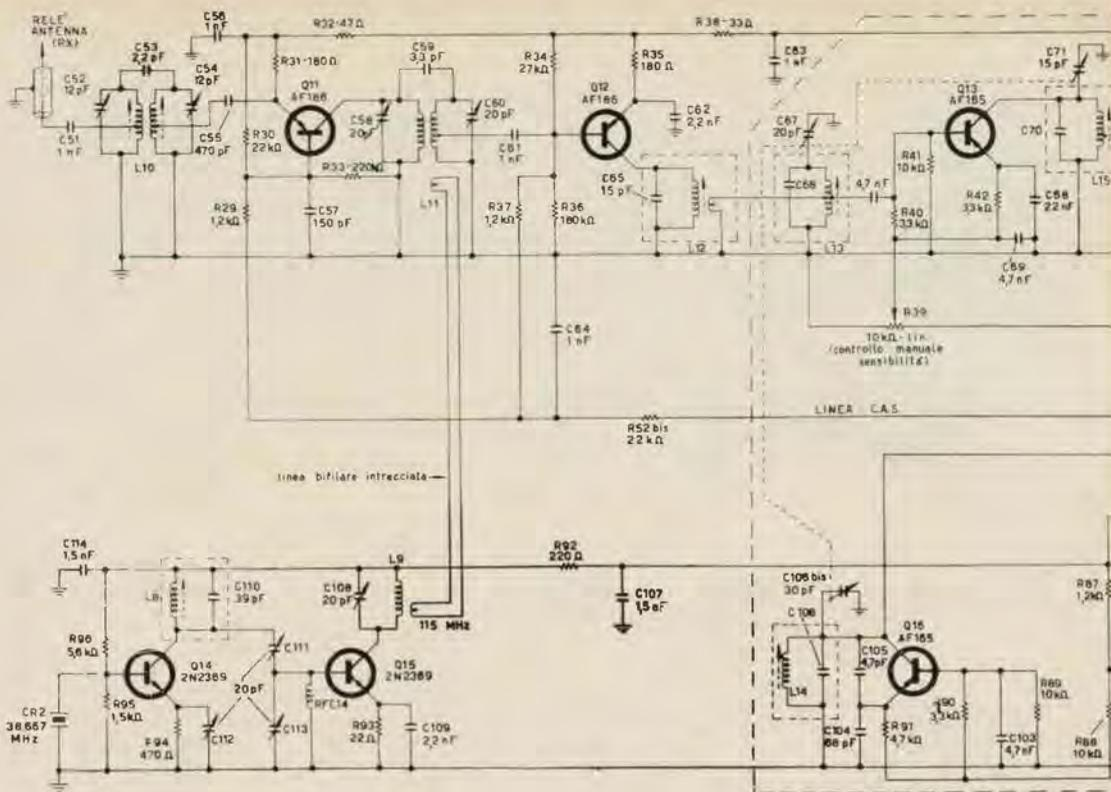

Figura 13
In figura 13 è disegnato lo schema elettrico completo del ricevitore.
Ritornando all'amplificatore a 144 MHz, il segnale entrato in emittore di Q11 viene applicato al miscelatore Q12. L'oscillatore controllato a quarzo (Q14 oscillatore e Q15 triplicatore), invia il suo segnale a 115 MHz mediante una linea bifilare intrecciata (figura 13) sul circuito di base di Q12. Sul circuito di collettore di questo stadio abbiamo una media frequenza accordabile da 19 a 21 MHz a seconda che il segnale in ingresso antenna vada da 144 MHz a 146 MHz. Il circuito C65, L12 viene accordato a 20 MHz ed è stato realizzato in modo da avere una banda passante di 2 MHz. I circuiti di L10 e L11 vengono accordati a 145 MHz come meglio sarà descritto nella parte « taratura » (13).
Per quanto riguarda l'oscillatore e lo stadio triplicatore si rimanda a quanto già detto rispettivamente per lo stadio oscillatore e duplicatore della sezione tx essendo i circuiti del tutto analoghi; cambia infatti solo la frequenza di lavoro e la potenza in gioco. Il quarzo lavora a 38,667 (sulla terza armonica) e il circuito L8 C110 è accordato alla stessa frequenza del quarzo. La triplicazione che avviene in Q15 con L9 C108 (figura 13) accordato a 115 MHz assicura l'adeguata alimentazione di segnale per la prima conversione.
Segue quindi lo stadio di seconda conversione con oscillatore libero (Q16, figura 13) che tramite C73 inietta il suo segnale sulla base di Q17. Sul collettore di Q17 che funziona da secondo convertitore si trova un filtro di banda a 1,1 MHz (L16 e L17 figura 3) (13). La stabilità in frequenza di questa seconda conversione è data dalla presenza del diodo zener (D6, figura 13) OAZ202 che stabilizza l'alimentazione dell'oscillatore a 6,0 V.
L'amplificazione alla seconda media frequenza di 1,1 MHz viene poi assicurata dai due stadi Q18 e Q19 (figura 13), collegati fra di loro da L18 (13).
Dopo l'ultima amplificazione (Q19) una parte del segnale viene inviato al diodo rivelatore D7 e un'altra parte all'amplificatore del C.A.S. (Q20 e Q21, figura 13) tramite C87.
Tramite R29 e R37 questa tensione variabile viene applicata a Q11 e Q12 (figura 13) le cui basi sono state polarizzate prima dell'inserzione del C.A.S. a una tensione di 10,5 V allo scopo di dare un certo ritardo nell'intervento del C.A.S.
Nella figura 13 tutti i circuiti premontati sono stati circoscritti da una linea tratteggiata. Anche il condensatore variabile triplo avente le tre sezioni di 20 pF (C67), 30 pF (C106 bis) e 15 pF (C71) rispettivamente è stato fornito dalla C.S.P.
Il valore di C93 del limitatore di disturbi è stato scelto sperimentalmente. Infatti una capacità troppo bassa non assicura il taglio dei disturbi, una capacità troppo alta attenua troppo l'intero segnale proveniente dalla rivelazione. Valori soddisfacenti di C93 (figura 13) sono compresi tra 0,1 μ F e 0,47 μ F.
Dopo lo stadio limitatore il segnale viene inviato all'amplificatore di bassa frequenza mediante C94 e il potenziometro regolatore di volume R72 (figura 13).
L'amplificatore di B.F. del ricevitore è a quattro transistori e cioè Q22 preamplificatore, Q23 pilota e il contropase finale in classe B formato da Q24 e Q25. L'accoppiamento è capacitivo tra il preamplificatore e il pilota, e induttivo con trasformatore invertitore di fase (T3 figura 13) tra pilota e finale. Lo stadio finale, compensato termicamente da R81 (NTC 130 Ω) viene centrato come punto di lavoro dalla resistenza semifissa R83, che in assenza di segnale viene regolata per una corrente di collettore globale di Q24 e Q25 di 3 mA. Il trasformatore di uscita (T4) adatta poi l'impedenza dell'altoparlante (3 Ω). I transistori dello stadio finale sono muniti di alette di raffreddamento tenute insieme da una vite di fissaggio.
Sul pannello frontale sono stati sistemati oltre alle due maniglie per il trasporto il commutatore di alimentazione (CT2, figura 3), il commutatore di lettura (CT4, figura 3), il comando di sintonia con demoltiplica meccanica che agisce sul condensatore triplo (C67, C71 e C106 bis, figura 13), il controllo manuale di sensibilità (R39, figura 13), l'indicatore di campo (S-meter, figura 13), il deviatore per l'inserzione del limitatore di disturbi (CT5A e CT5B, figura 13), la regolazione della profondità di modulazione (R15, figura 3), lo strumento di controllo da 100 μ A f.s. (figura 3), il commutatore ricezione-trasmissione (CT1, figura 3), la presa per il microfono, la presa per l'eventuale comando a distanza di ricezione-trasmissione (non connessa) e la presa per l'alimentazione esterna con la batteria da auto.
Per questo si accordano dapprima L8, C111, C112 e C113 dell'oscillatore a quarzo (figura 13) per il massimo di uscita per accoppiamento con un ondametro accordato a 38.667 MHz (alla bobina L8 viene tolto momentaneamente lo schermo), quindi L9 e C108 (figura 13) a 115 MHz nella stessa maniera. Si rimette lo schermo a L8 e si rititano L8, C111, C112 e C113 per il massimo segnale su L9 a 115 MHz.
Tarato l'oscillatore si può mandare all'ingresso del ricevitore un segnale di bassa intensità preferibilmente non modulato e lo si sintonizza. Si regolano ora C52, C54 il nucleo di L10, C58, C60 e da ultimo il nucleo di L12 (figura 13) per la massima lettura dell'indicatore di campo.
Si controllano ora la copertura di gamma eventualmente ritoccando L14 (figura 13) e la costanza di risposta da 144 MHz a 146 MHz riaggiustando gli stadi a 144 MHz ed eventualmente i nuclei di L13 e L15. Disponendo di un generatore oppure di un secondo ricevitore per i 2 metri si può costruire una scala graduata da 144 a 146 MHz per la sintonia.
La taratura viene quindi portata a termine regolando R83 (stadio amplificatore di bassa frequenza, figura 13) per una corrente globale di Q24 e Q25 di 3 mA in assenza di segnale.